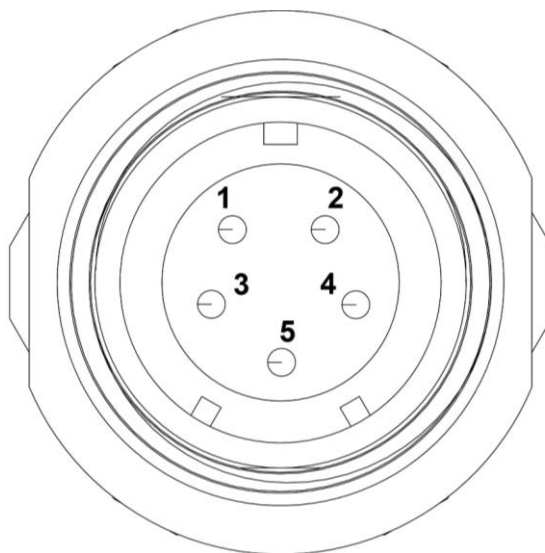

Рисунок 5. Распиновка разъема для подключения ДУТ
3. Подключить ДУТ в соответствии с распиновкой разъема (рисунок 5) и схемой подключения (рисунок 8), рекомендуемая длина провода – не более 15 м;